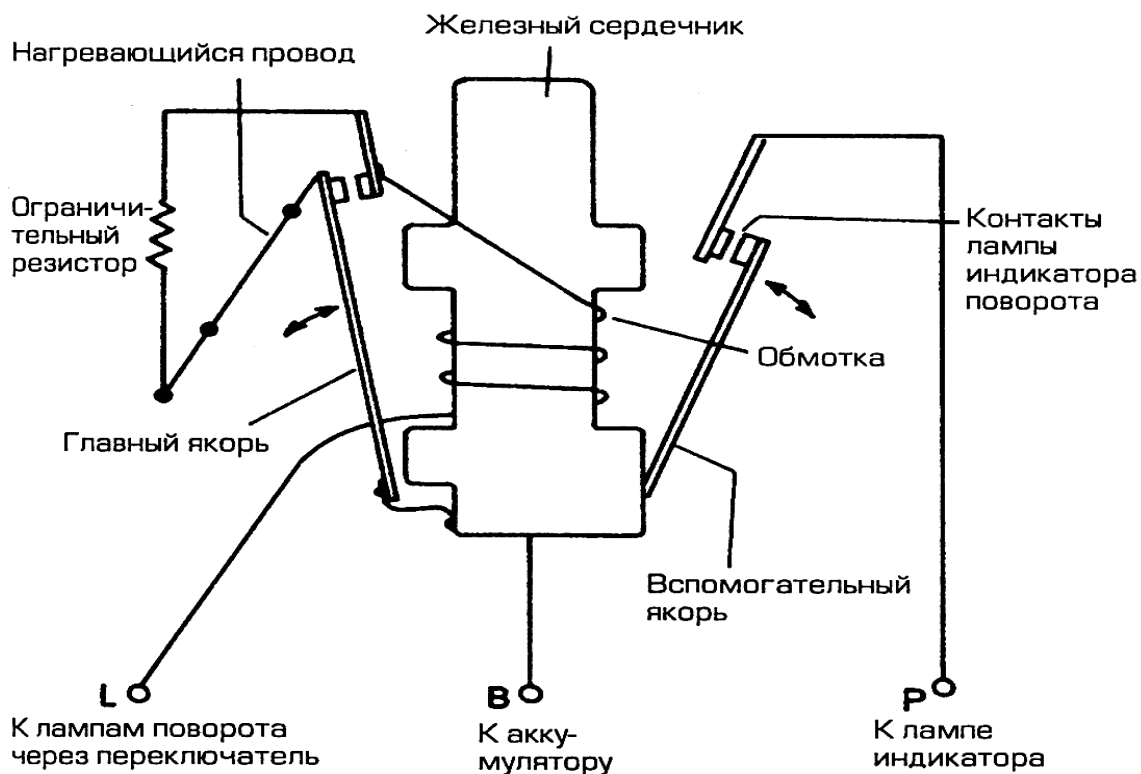

Рисунок 5.16 – Прерыватель ламп указателей поворота и аварийной сигнализации с нагревающимся проводом
16. Опишите устройство и принцип действия прерывателя с нагревающимся проводом (рисунок 5.16).